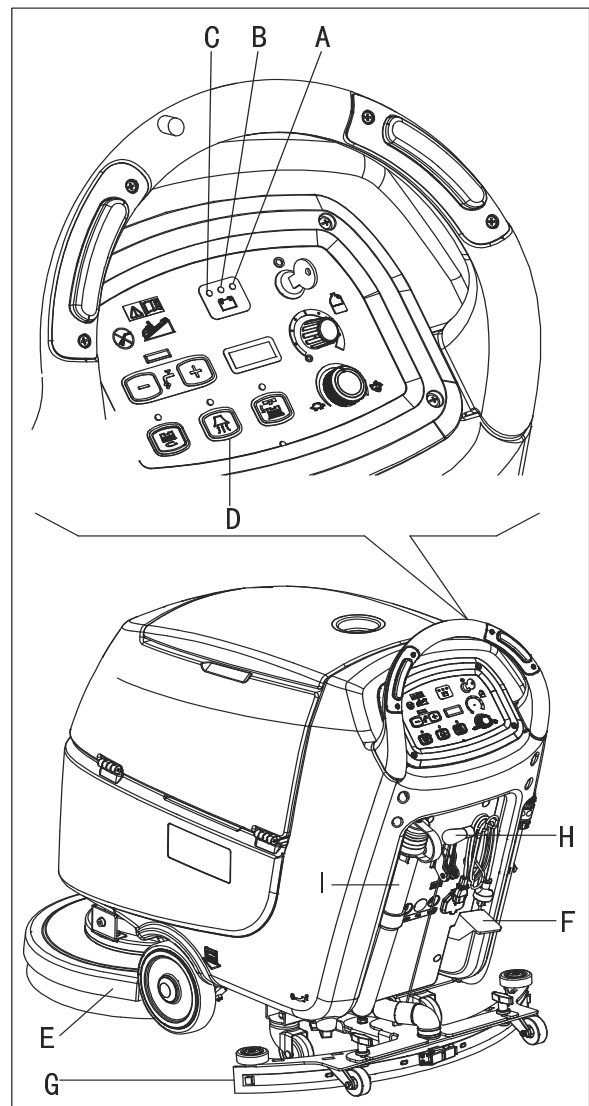
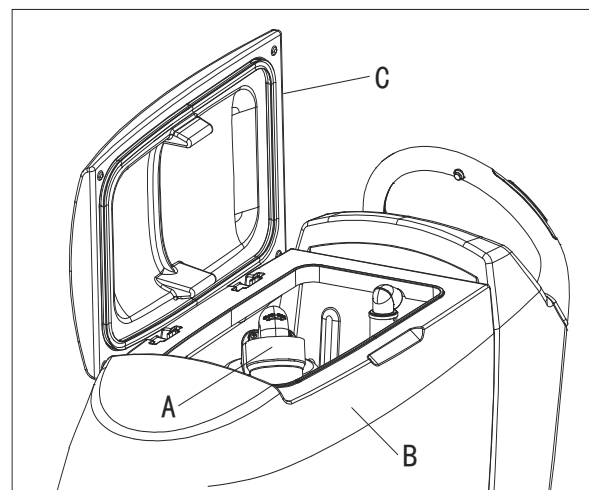

Abbildung 12
Abbildung 13
Solange die grüne Kontrollleuchte (A, Abb. 12) an bleibt, ermöglichen die Akkus der Maschine normal betrieben zu werden. Wenn die grüne Kontrollleuchte (A) erlischt, und die gelbe Kontrollleuchte (B) eingeschaltet wird, ist es ratsam, die Batterien aufzuladen, da die verbleibende Ladung nur für einige Minuten andauert (abhängig von den Akkueigenschaften und der ausgeführten Arbeit). Sobald die rote Kontrollleuchte (C) aufleuchtet, sind Batterien vollständig entladen. Nach einigen Sekunden wird der Bürsten-/Pad-Halter automatisch ausgeschaltet, während das Vakuumsystem und (nur für Maschinen mit Fahrtrieb) das Antriebssystem eingeschaltet bleiben, um das Trocknen des Bodens zu beenden und die Maschine bis zum beschriebenen Nachladebereich zu fahren.
Eine automatische Schwimmerabschaltung (A, Abb. 13) blockiert das Vakuumsystem, wenn der Schmutzwassertank (B) voll ist. Die Deaktivierung des Vakuumsystems wird durch einen plötzlichen Anstieg der Geräuschfrequenz des Vakuumsystemmotors signalisiert, selbst wenn der Boden noch nicht getrocknet wurde.
Wenn das Vakuumsystem versehentlich abgeschaltet wird (z.B., wenn der Schwimmer wegen einer plötzlichen Bewegung der Maschine aktiviert wird), gehen Sie zur Wiederaufnahme des Betriebs wie folgt vor: Schalten Sie das Vakuumsystem durch Drücken des Schalters (D, Abb. 12) aus, öffnen Sie dann die Abdeckung (C, Abb. 13) und prüfen Sie, ob der Schwimmer im Inneren des Gitters (A) sich auf Wasserhöhe befindet. Dann schließen Sie die Abdeckung (C) und schalten Sie das Vakuumsystem durch Drücken des Schalters (D, Abb. 12) ein.
Wenn der Schmutzwassertank (B, Abb. 13) voll ist, entleeren Sie diesen nach dem folgenden Verfahren.
2. Heben Sie das Deck des Bürsten-/Pad-Halters (E, Abb. 12) an, durch Betätigen des Pedals (F).
3. Heben Sie den Abziehgummi (G) mit dem Hebel (H) an.
5. Entleeren Sie den Schmutzwassertank mit dem Schlauch (I). Spülen Sie dann den Tank (B, Abb. 13) mit sauberem Wasser aus.